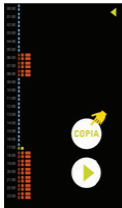

Fig.14A
a) Per copiare il programma, per esempio, di lunedì a mercoledì, premere , , selezionare **MERCOLEDÌ** e premere **INCOLLA**; Fig.14A – Fig.14D